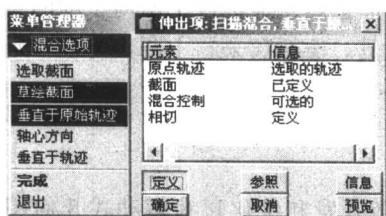
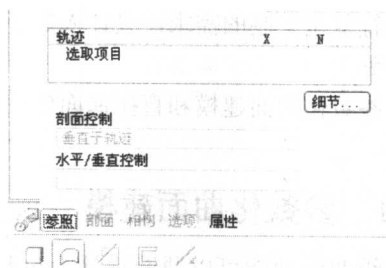

图 1-1 菜单管理器
图 1-2 参照面板
(1) 在 Wildfire3.0 之前，扫描混合特征是通过菜单管理器进行操作来选择创建特征所需要的轨迹线、截面等元素，并定义曲面间的相切进行特征的创建，如图 1-1 所示；而在 Wildfire3.0 中，采用了图标板和窗口操作相结合的方式来进行曲面创建和相切定义，特别是相切定义，直接在工作窗口中利用鼠标操作即可完成，大大提高了工程师设计的效率，如图 1-2 所示。